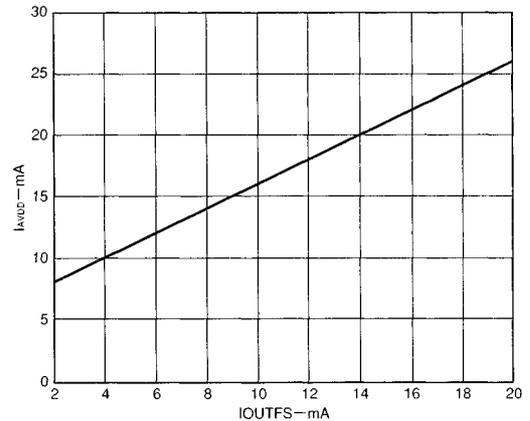

図47.  $I_{AVDD}$ と $I_{OUTFS}$
AD9760の消費電力( $P_D$ )は、いくつかの条件に左右されます。(1) AVDDとDVDDの電源電圧。(2) フルスケール電流出力( $I_{OUTFS}$ )。(3) 更新レート( $f_{CLOCK}$ )。(4) 再構築するためのデジタル入力波形等です。消費電力は、アナログ電源電流( $I_{AVDD}$ )とデジタル電源電流(DVDD)に正比例します。また図47に示すように、 $I_{AVDD}$ は $I_{OUTFS}$ に正比例し、 $f_{CLOCK}$ とは無関係です。